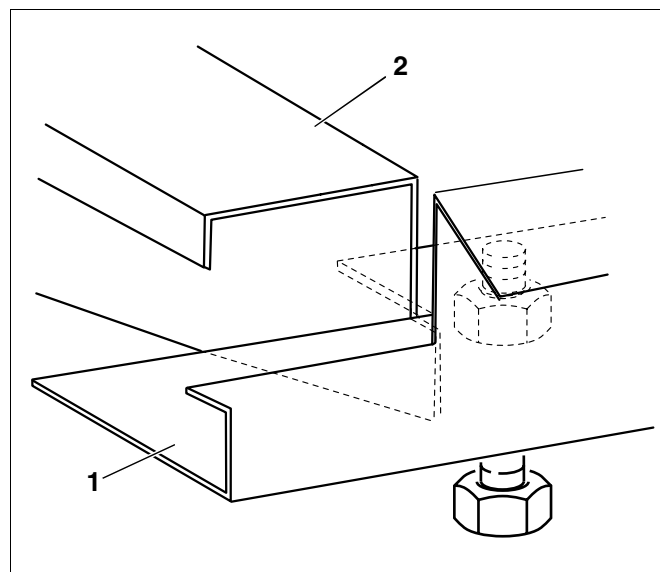

Fig. 39 Montering av langsgående skinne på tvertravers
- Sett det fremre innsnittet i den langsgående skinnen (Fig. 39, **Pos. 1**) inn i innsnittet i tvertraversen (Fig. 39, **Pos. 2**).